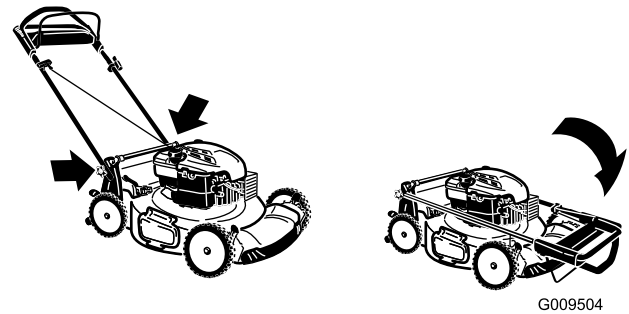

Figure 34
2. Pliez la moitié supérieure du guidon en avant de la manière indiquée (Figure 34).